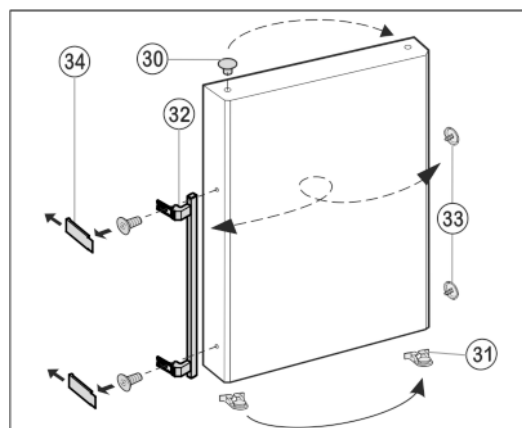

Fig. 12
- ▶ Izvadite čepove Fig. 12 (30) iz čahura ležaja vrata i premjestite ih.
- ▶ Skinite ručku na vratima Fig. 12 (32), čepove Fig. 12 (33) i pritisne ploče Fig. 12 (34) i premjestite ih na suprotnu stranu.